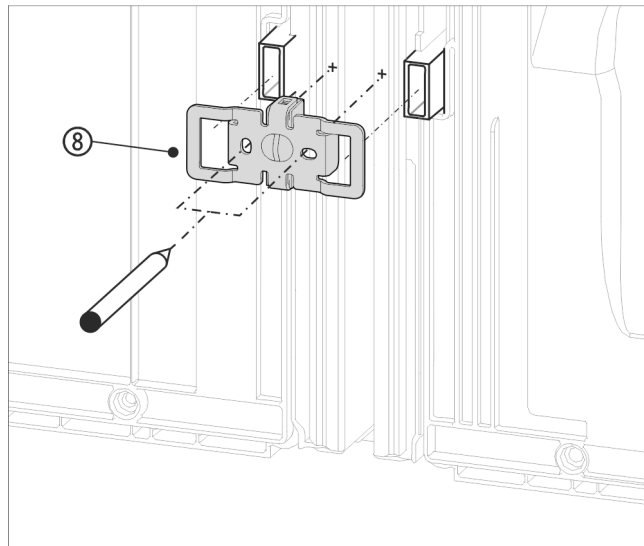

Fig. 17 Példaként szolgáló ábrázolás
- ▶ Tolja rá a rögzítővasat Fig. 17 (8) a bemarásokkal a fali távtartó számára kialakított fellevőre.